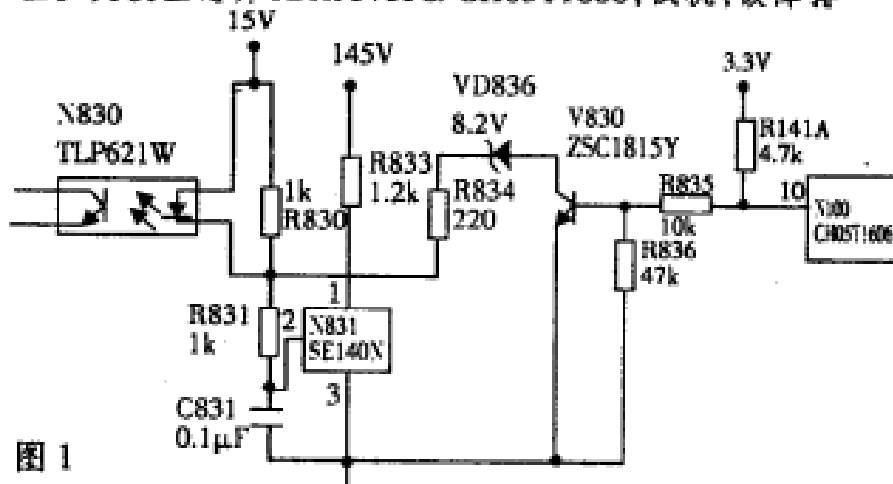

图1
测+B电压端待机值为57V(正常时应为98V左右),开关电源其它各组输出电压均低。短接光耦N830并监测+B端电压,发现电压在短接瞬间能上升到170V左右,根据稳压控制原理,判断开关电源热地部分基本正常。如图1所示,断开冷地端开/待机控制电路中三极管V830(C1815)b极,通电测得开关电源各组输出电压均能恢复到正常值,说明开关电源输出电压低是因开/待机控制电路工作异常所引起。继续测V830b极外围电路为0V,表明主芯片N100第⑩脚已输出了开机指令。